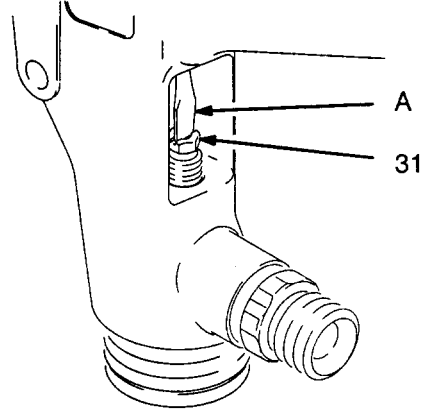

Fig. 2
5. Retirar la perilla de regulación de fluido (8) y el resorte de fluido (16).
6. Extraer la aguja de fluido (21) por la parte de atrás de la pistola.
8. Retirar la tuerca de ajuste definido (6), el resorte (15), y la válvula de aire (14).
9. Para retirar el tornillo de ajuste de las empaquetaduras (31), introducir un destornillador de hoja delgada (A) a través de la parte de atrás de la pistola y el tornillo de ajuste de las empaquetaduras (31) tal como se muestra en la Fig. 2.